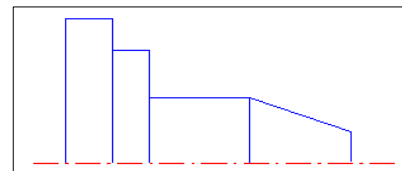

Рис. 20. Изображение после выравнивания
4. Результат выполнения показан на рис. 20.